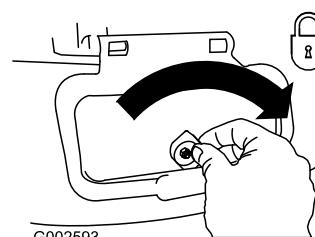

Figura 35
**Importante:** Bloquee la puerta de descarga lateral después de cerrarla (Figura 35).